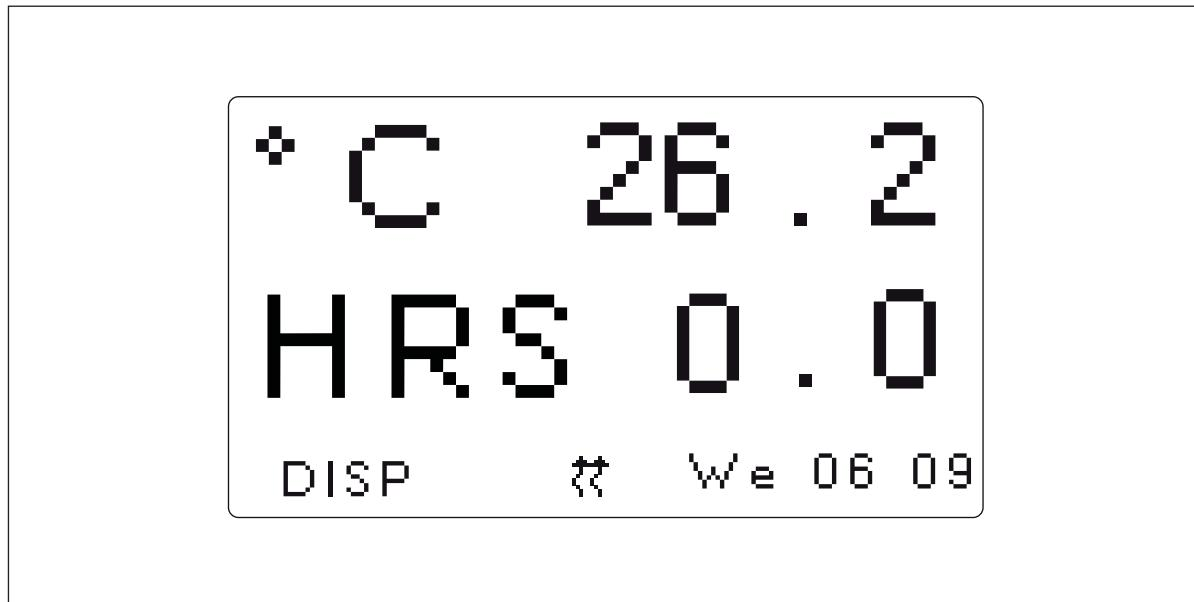

Fig. 5-3: Parâmetro de indicação alterado
4. Pressione o botão de comando para configurar e salvar o parâmetro (aqui Fig. 5-3 na pág. 45).